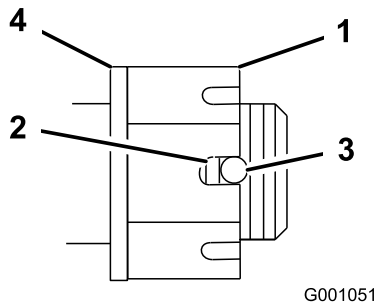

Figure 49
4. Serrez l'écrou crénelé à 170 Nm (125 pi-lb) (Figure 49).
5. Mesurez l'espace entre la base de la fente de l'écrou et le bord intérieur du trou. On ne doit pas voir plus de deux filets (Figure 49).
7. Serrez l'écrou crénelé à 170 Nm (125 pi-lb) (Figure 49).
8. Serrez l'écrou jusqu'à ce que la série de fentes suivante soit en face du trou de l'axe (Figure 49).